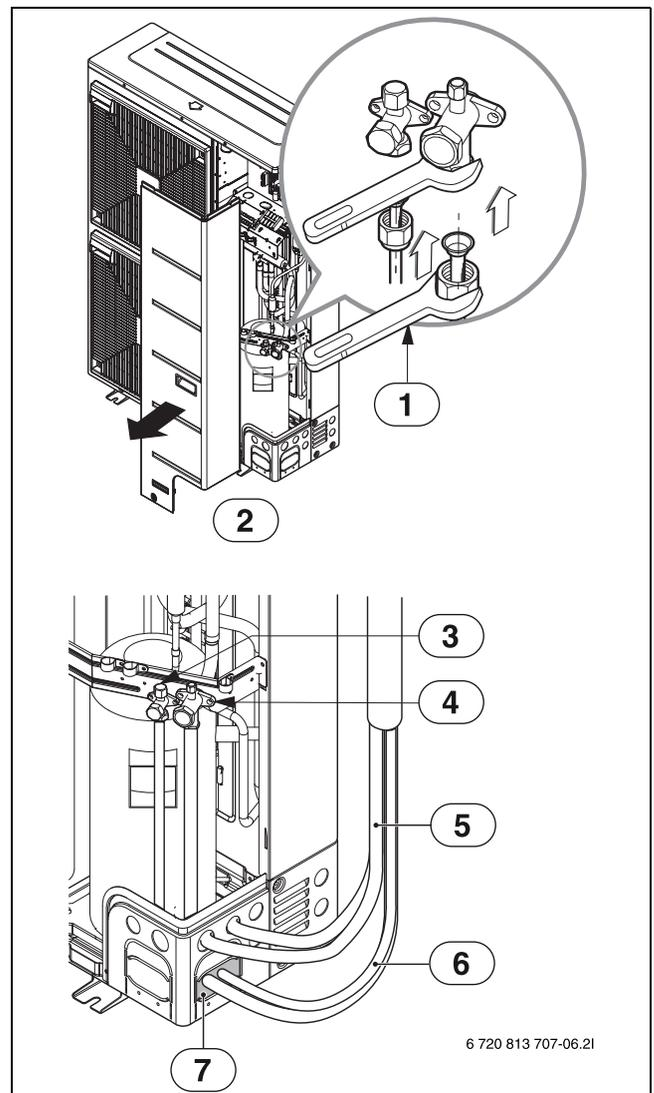

Bild 23
- Rohrdurchführungen mit Kitt oder Isoliermaterial (bauseits zu stellen) abdichten. Dabei alle Öffnungen verschließen (→Abb. 23).